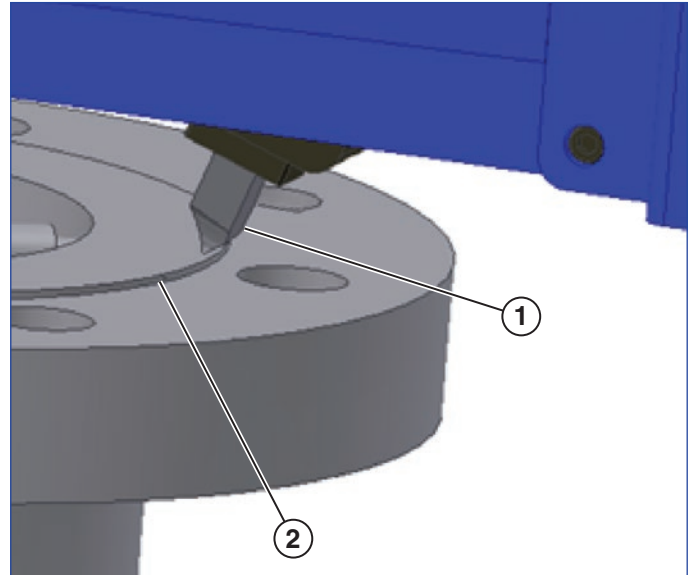

Figura 13
1. Utilice la llave de carraca para posicionar la punta de marcaje justo al lado del diámetro exterior de la superficie que necesita mecanizado (véase la **Figura 13**).